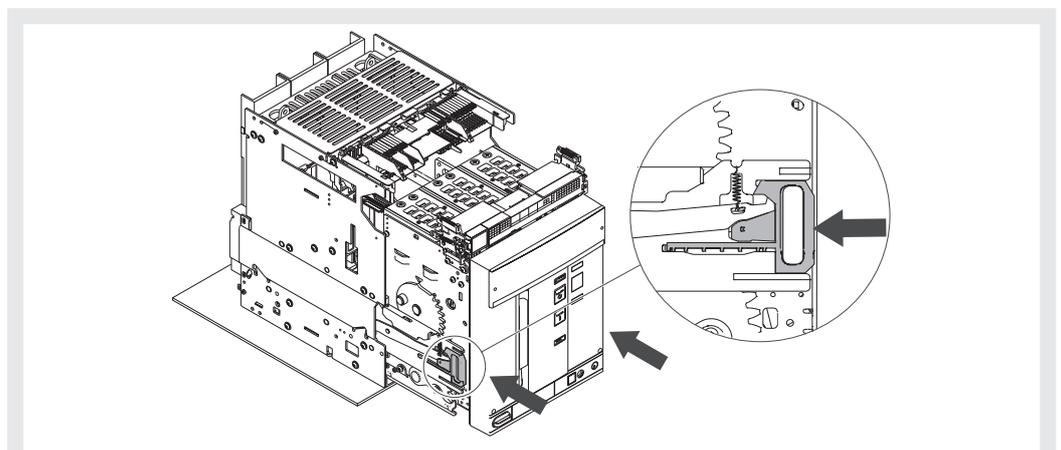

Figura 42
7. Coger las palancas de las guías de la parte fija y empujarlas hasta que se bloquee la parte móvil. Véase Figura 42.